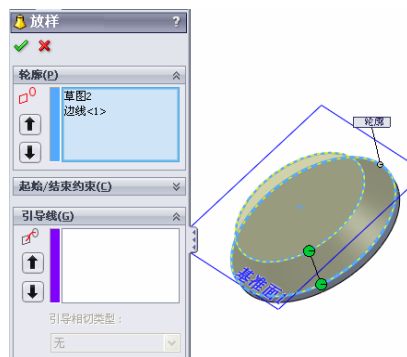

图 4-110 连杆大端放样特征
⑧ 生成放样特征。单击菜单栏中的“插入”→“凸台”→“放样”命令，或者单击“特征”工具栏上的“放样”按钮。在属性管理器中，单击按钮右侧的显示框，然后在图形区域中依次选取连杆大端拉伸基体的上部边线和上步绘制的圆为放样轮廓线，如图 4-110 所示。单击“确定”按钮，从而生成连杆大端放样特征。
⑨ 新建草图。在 FeatureManager 设计树中选择“上视基准面”，单击“草图”工具栏